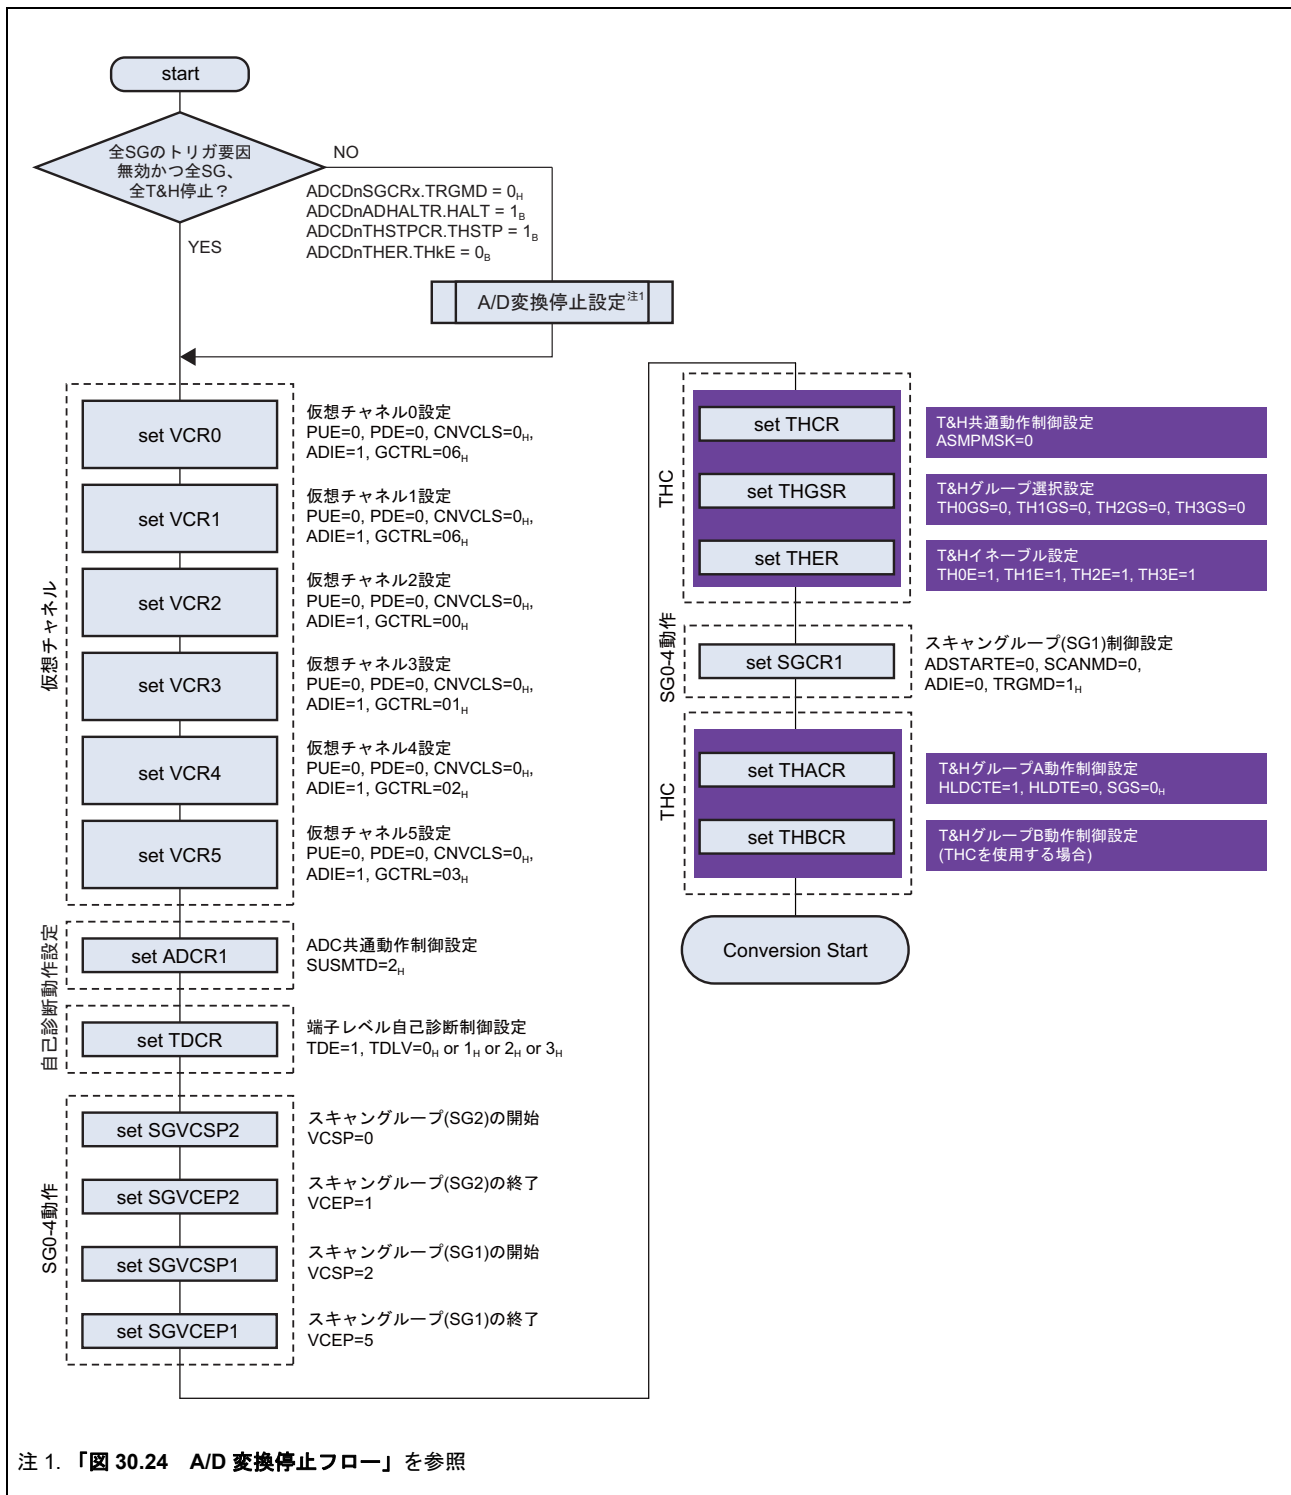

図 30.19 T&H 経路の自己診断 (T&H ホールド値不使用) 初期化設定
1. 図 30.19 どおりに初期化を行います。仮想チャンネル 2~4 の変換種別 (ADCDnVCRj.CNVCLS[2:0]) は通常 A/D 変換 (0_H) を設定します。端子レベル自己診断レベル (ADCDnTDCR.TDLV) は 0_H をライトします。